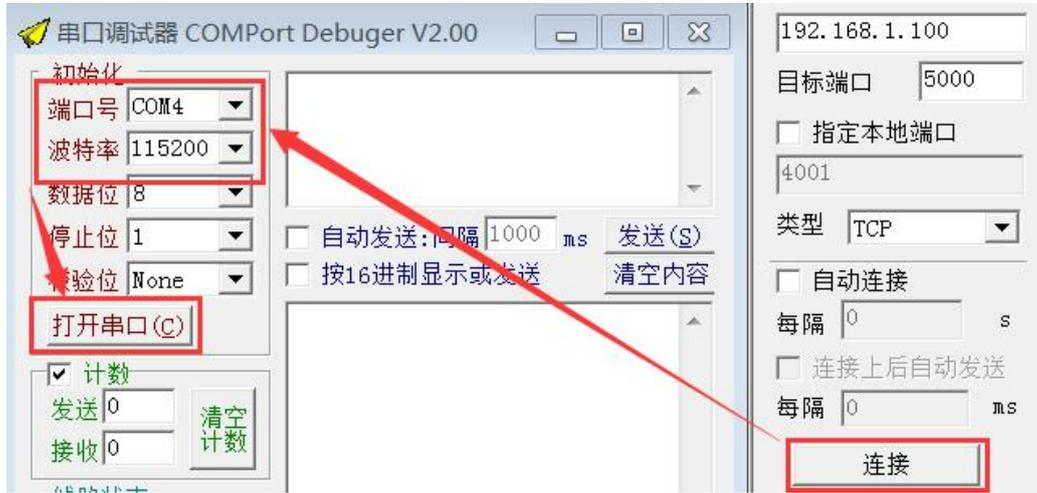

图 5.5
7. 点击“连接”→选择串口的“端口号”（根据实际连接的端口号选择），“波特率”设为“115200”→点击“打开串口”。如图 5.5 所示。